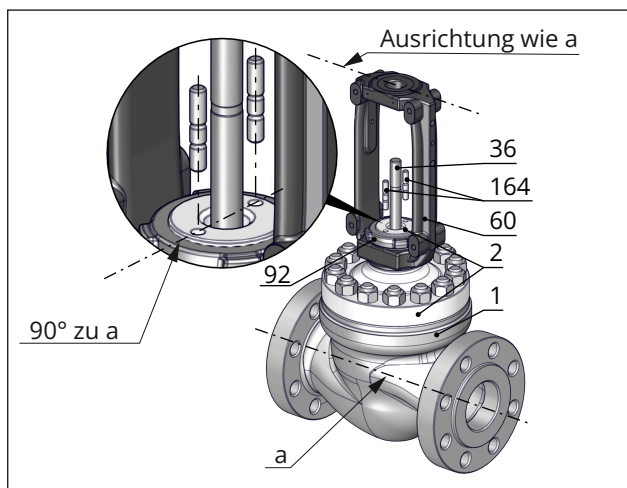

Bild 34: Ausrichtung des Oberteils auf dem Ventilgehäuse und Ausrichtung des Jochs auf dem Oberteil
14. Trägerelement (63) inklusive der eingepressten Buchse (7) senkrecht und konzentrisch über die Kegelstange (36) in das Gehäuse (1) einführen bis er auf der Auflagefläche innen im Gehäuse aufliegt. Dafür bei großen Nennweiten Sonderwerkzeug verwenden.
15. Neuen Spiraldichtring (126) am Trägerelement (63) einlegen.
16. Neuen Spiraldichtring (17) im Gehäuse (1) einlegen.
17. Ventiloberteil (2/21) einschließlich Joch (60) von oben senkrecht über die Kegelstange (36) lose auf das Gehäuse (1) setzen. Ausrichtung beachten, vgl. Bild 34. Die beiden Bohrungen auf der Oberseite des Oberteils müssen senkrecht zur Rohleistungsachse liegen.
18. Kegel (5) fest in den Sitz (4) drücken. Dabei Ventiloberteil (2/21) mit Gehäusemutter (14) befestigen. Gehäusemutter (14) schrittweise über Kreuz anziehen. Anzugsmomente beachten.
9. Am Ventilgehäuse (1) einen neuen Spiraldichtring (17) einlegen. Auflagefläche der Dichtung vorab reinigen und auf Unversehrtheit prüfen.
10. Am Trägerelement (63) bzw. Sitzniederhalter (124) einen neuen Spiraldichtring (126) einlegen. Auflagefläche der Dichtung vorab reinigen und auf Unversehrtheit prüfen.
11. Ventiloberteil (2/21) einschließlich Joch (60) von oben senkrecht über die Kegel- bzw. Kolbenstange (36) lose auf das Gehäuse (1) setzen. Ausrichtung beachten, vgl. Bild 34. Die beiden
11. Am Ventilgehäuse (1) einen neuen Spiraldicht-ring (17) einlegen. Auflagefläche der Dichtung vorab reinigen und auf Unversehrtheit prüfen.
12. Am Trägerelement (63) bzw. Sitzniederhalter (124) einen neuen Spiraldicht-ring (126) einlegen. Auflagefläche der Dichtung vorab reinigen und auf Unversehrtheit prüfen.
13. Ventiloberteil (2/21) einschließlich Joch (60) von oben senkrecht über die Kegel- bzw. Kolbenstange (36) lose auf das Gehäuse (1) setzen. Ausrichtung beachten, vgl. Bild 34. Die beiden Bohrungen auf der Oberseite des Oberteils müssen senkrecht zur Rohleitungsachse liegen.
14. Kegel bzw. Kolben (5) fest in den Sitz (4) drücken. Dabei Ventiloberteil (2/21) mit Gehäusemutter (14) befestigen. Gehäusemutter (14) schrittweise über Kreuz anziehen. Anzugsmomente beachten.
15. Stopfbuchsteile mit einem geeigneten Werkzeug vorsichtig über die Kegel- bzw. Kolbenstange (36) in den Packungsraum einschieben. Korrekte Reihenfolge und Ausrichtung der Bauteile der jeweiligen Dokumentation der Ersatzteilpackung entnehmen und beachten.
16. Druckstück (8) einsetzen.
17. Packungsbrille (162) über die Stiftschrauben (164) am Ventiloberteil (2/21) auf das Druckstück (8) aufsetzen.
18. Beide Spannmutter (163) (bei außen federbelasteter Packungsbrille inklusive der Tellerfedern) auf die Stiftschrauben (164) aufschrauben und handfest anziehen. Bei der federbelasteten Ausführung die Spannmutter (163) dabei durch die Bohrungen der Packungsbrille führen.
19. Beide Spannmutter (163) der Packungsbrille (162) am Sechskantkopf abwechselnd und schrittweise bis zum vorgegebenen Anzugsmoment anziehen.
6. Sitzniederhalter (124) inklusive der eingepressten Buchse (7) senkrecht und konzentrisch über die Kegelstange (36) in das Gehäuse (1) einführen und auf dem Sitz (4) positionieren. Dafür bei großen Nennweiten Sonderwerkzeug verwenden. Die Fensteröffnungen des Sitzniederhalters (124) symmetrisch zur Rohrleitungsachse ausrichten.
7. Neuen Spiraldichtring (126) am Sitzniederhalter (124) einlegen.
8. Neuen Spiraldichtring (17) im Gehäuse (1) einlegen.
9. Ventiloberteil (2/21) einschließlich Joch (60) von oben senkrecht über die Kegelstange (36) lose auf das Gehäuse (1) setzen. Ausrichtung beachten, vgl. Bild 34. Die beiden Bohrungen auf der Oberseite des Oberteils müssen senkrecht zur Rohrleitungsachse liegen.
10. Kegel (5) fest in den Sitz (4) drücken. Dabei Ventiloberteil (2/21) mit Gehäusemutter (14) befestigen. Gehäusemutter (14) schrittweise über Kreuz anziehen. Anzugsmomente beachten.